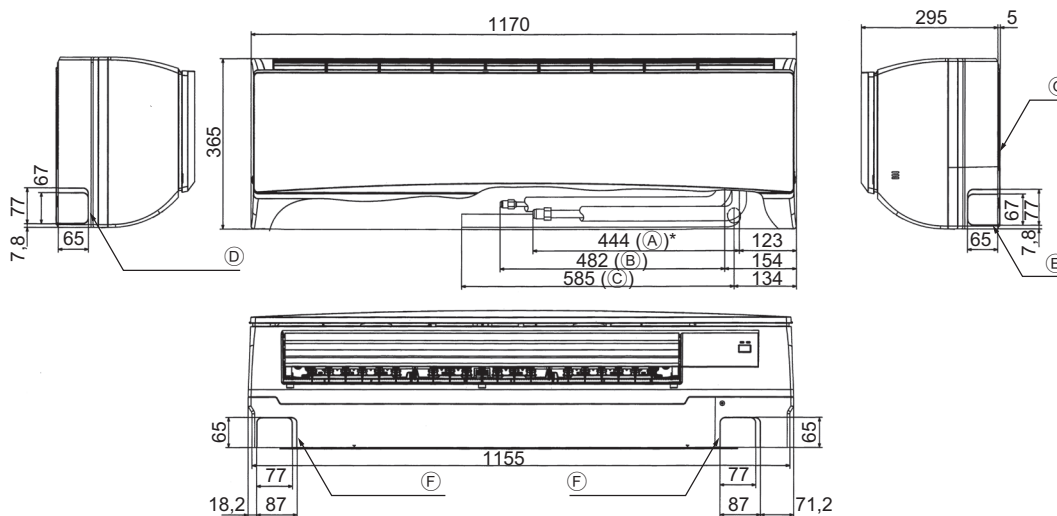

Fig. 4-3
4.4. Выбор расположения труб хладагента и дренажных трубок (Fig. 4-3)